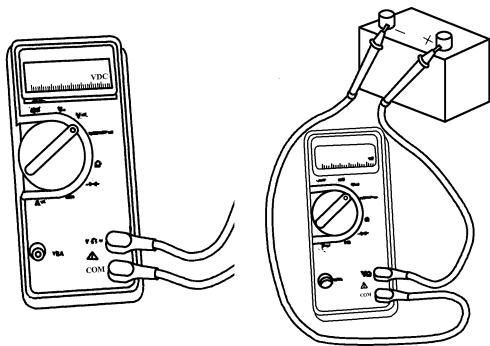

图 4-3 测量电压方法
(4) 测量电压 在万用表上选择交流电压(V ~)或直流电压(V -)档位, 打开被测电路的电源, 将万用表正极(+)表笔接触需要测量电压的端子或触针, 负极表笔接触蓄电池接地端或蓄电池负极(-)接线柱, 如图 4-3 所示, 读取电压值。